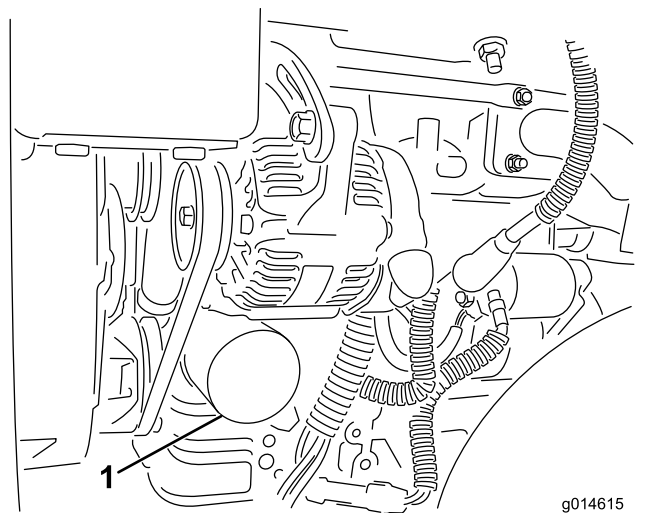

Bild 46
2. Entfernen Sie den Ölfilter (Bild 46). Ölen Sie die neue Dichtung am Ölfilter leicht mit frischem Öl ein.